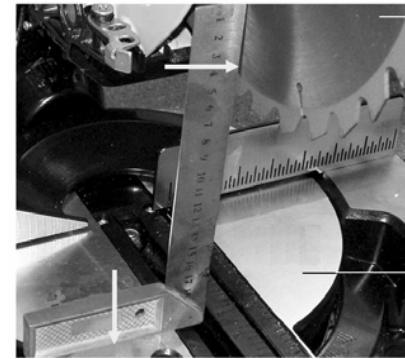

Рис. 5
Закрутите болт (44), Рис.5, вращением против часовой стрелки, удерживая кнопку (28) фиксации пыльного диска (15) в нажатом положении, Рис.2. Установите и закрепите защитный кожух (14).
10.1. Регулировка угла 90° (Рис. 5, 8-9)
10.2. Регулировка угла наклона 45° (Рис. 5, 8-9)